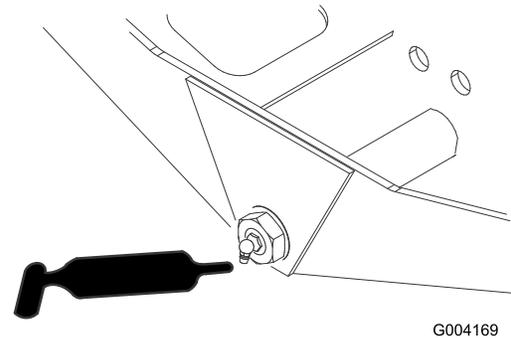

Figure 58
- Pivot de direction d'essieu (1) (Figure 58)